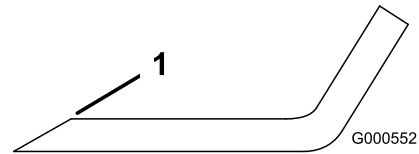

Figure 75
1. Au moyen d'une lime, aiguiser les tranchants aux deux extrémités de la lame (Figure 75).
Remarque: Si la lame est déséquilibrée, limez un peu l'extrémité de l'ailette seulement (Figure 75).